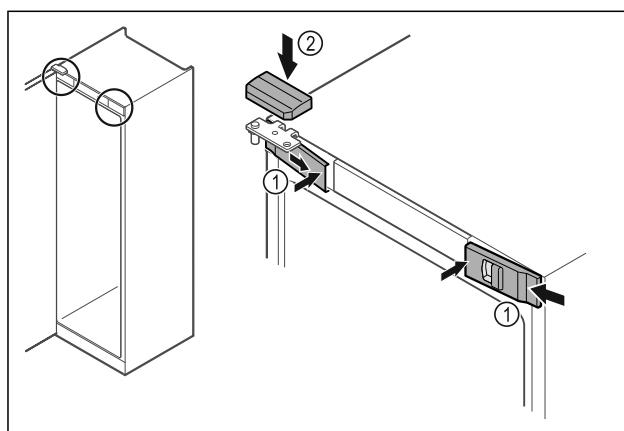

Fig. 44
- ▶ Αναρτήστε τα μπροστινά καλύμματα Fig. 44 (1) στο πλάι και κουμπώστε τα εσωτερικά.
- ▶ Κουμπώστε το επάνω κάλυμμα Fig. 44 (2) από πάνω.